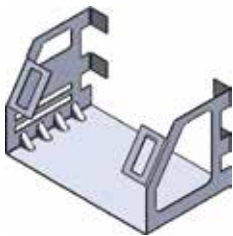
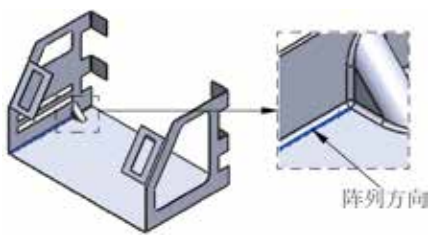

图 5.316 线性阵列 1
图 5.317 阵列方向
步骤 16 创建如图 5.316 所示的线性阵列 1。选择 **特征** 功能选项卡  下的  按钮，选择 **线性阵列** 命令，系统弹出“线性阵列”对话框，在“线性阵列”对话框中  单击激活  后的文本框，选取步骤 15 所创建的角撑板特征作为阵列的源对象。在“线性阵列”对话框中激活 **方向 1 (D)** 区域中  后的文本框，选取如图 5.317 所示的边线（靠近右侧位置来选取），在  文本框中输入间距 24，在  文本框中输入数量 4，单击“线性阵列”对话框中的  按钮，完成线性阵列的创建。